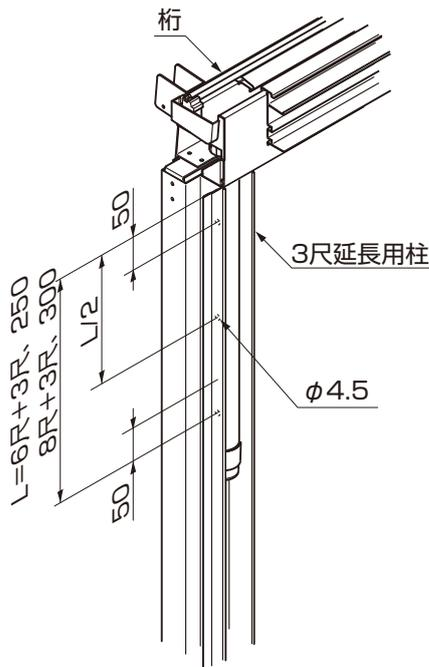
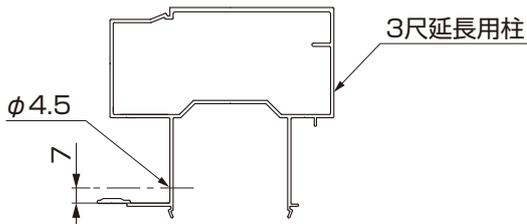

図9-5
図9-7
- ①3尺延長用柱にφ4.5の穴をあけてください。(図9-5、図9-7参照)